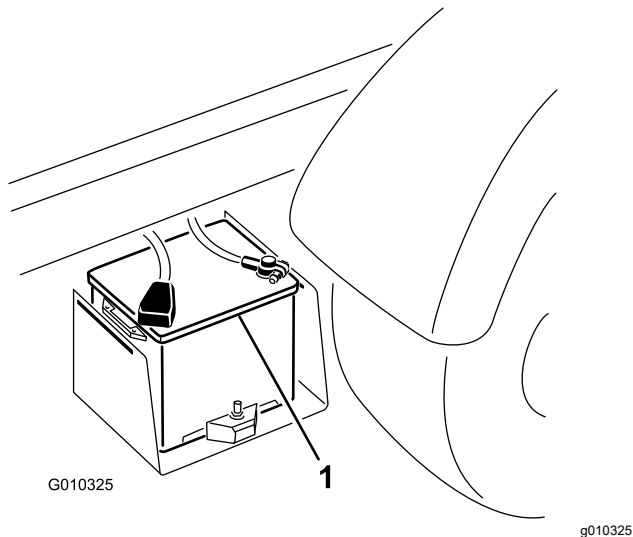

Figura 42
2. Conectai un cablu jumper între bornele pozitive ale celor 2 baterii (Figura 42).